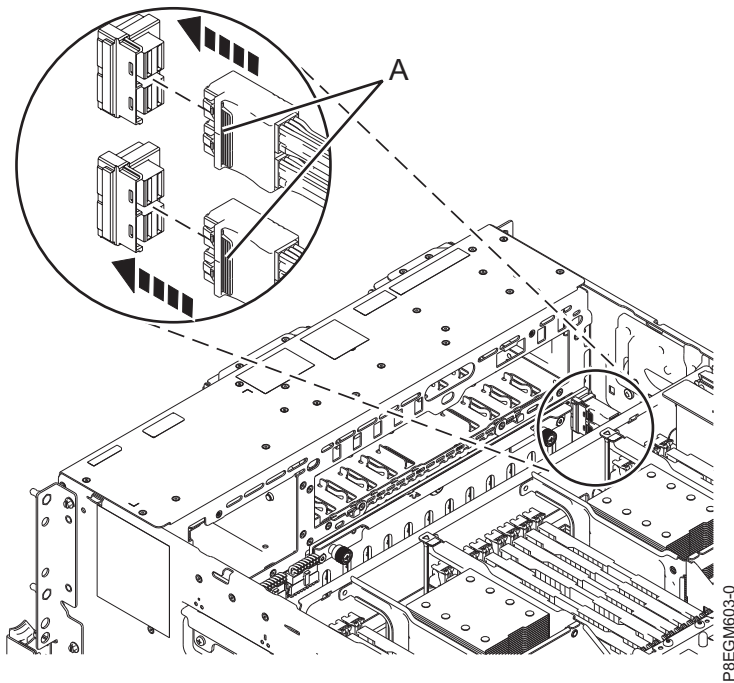

Figura 17. Reconexión del cable SAS frontal
6. Vuelva a conectar los cables SAS frontales a los puertos de conector de la placa posterior de la unidad de disco como se muestra en la Figura 17 en la página 21. Empuje el conector del cable hasta que el pestillo del conector haga clic.